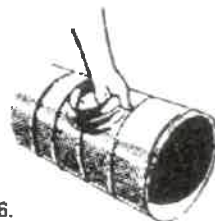

Fig. 6.
- 5 - zadelstuk op zijn plaats houden en vastzetten met zelftappers - fig 6 & 7